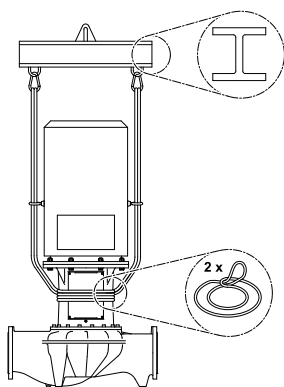

Fig. 32: Aplicarea buclelor de fixare (versiunea IL)
- La ridicarea cu macaraua, pompa trebuie prinsă cu chingi adecvate, conform reprezentării din (Fig. 32/33). Așezați pompa în bucla cablului de ridicare, care se va strânge din cauza greutateii pompei.